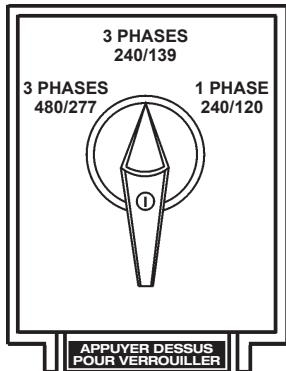

Figure 19. Commutateur de sélection de tension
1. Mettre le commutateur de sélection de tension dans la position 3Ø 240/139 comme indiqué dans la Figure 19.